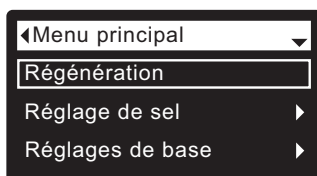

FIG. 30
En fonctionnement normal (défilement des écrans d'état), appuyez sur le sélecteur (O) du conditionneur/de l'adoucisseur pour ouvrir le Menu principal (cf. Figure 30). Ce menu et ses écrans sous-jacents servent à commander ces activités :